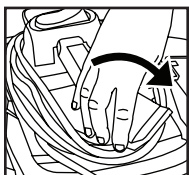

FIGURE 22
45. Saisissez les côtés de la section arrière du rembobineur et tournez un demi-tour dans le sens horaire pour le remettre dans sa position d'origine. **FIGURE 22.**